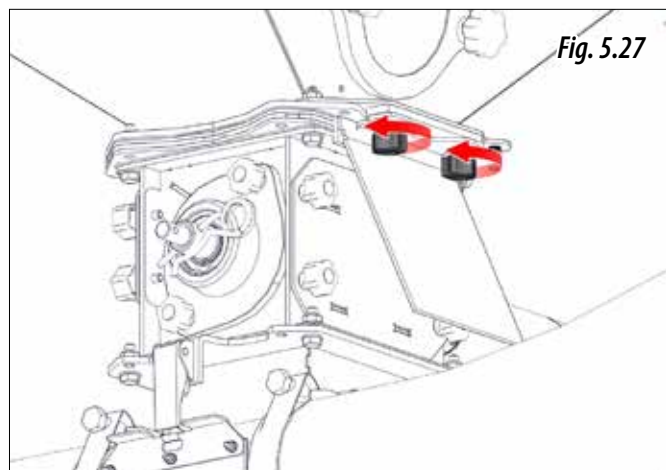

Fig. 5.27
**11-** Închideți clapetele unităților de dozare, pentru aceasta va trebui să deșurubați butoanele (Fig. 5.27).